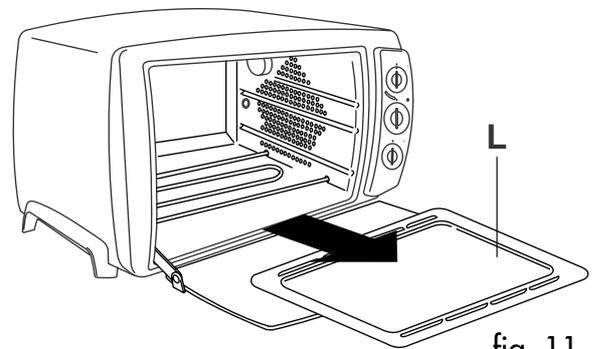

fig. 11
Extraiga la bandeja recolectora de migas (L) tirando hacia usted (vea la fig. 11). Si la operación resultase complicada, humedezca las partes externas de la bandeja. Elimine la posible suciedad con un paño húmedo. Seque perfectamente y **coloque de nuevo la bandeja**.